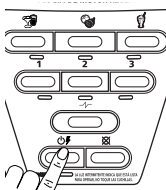

Fig. 21
1. Pressione a tecla da  (Fig. 21) para ligar o aparelho. A luz de ligado piscará indicando que está pronto para ser usado.
3. Pressione o botão  (Fig. 21) para desligar o aparelho.